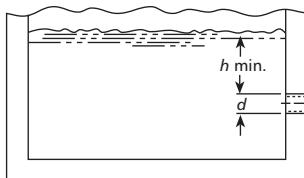

Figure 1
- 3.6. Le diamètre ( $d$ ) et la hauteur d'immersion ( $h$ ) de l'orifice d'entrée du tuyau d'aspiration doivent être suffisants pour empêcher l'aspiration d'air par vortex (V. fig. 1 à 4).